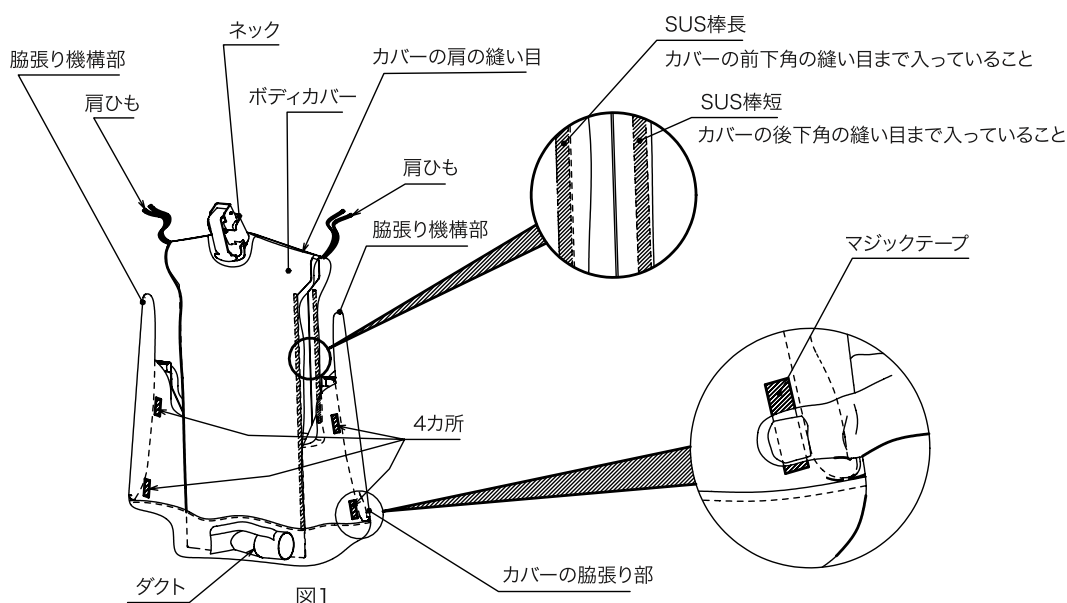

図1
4. カバールの肩の縫い目を真上にし、左右均等にセットして下さい。(図1)